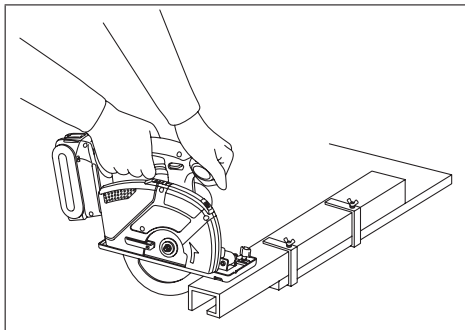
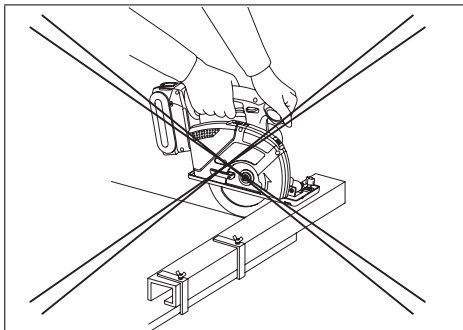

Fig. 17
Fig. 18
1. Plasser den bredeste delen av skoen på den delen av arbeidsstykket som er godt støttet (Se Fig. 17), og aldri på den delen som vil falle av når kappingen er fullført. (Se Fig. 18)